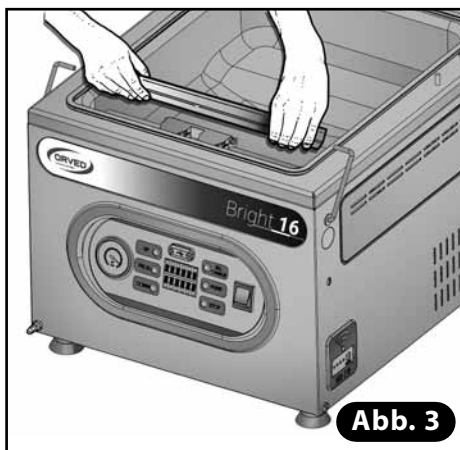

Abb. 3
- Ziehen Sie den Schweißbalken heraus, indem Sie ihn waagrecht an beiden Enden anheben (**Abb. 3**).